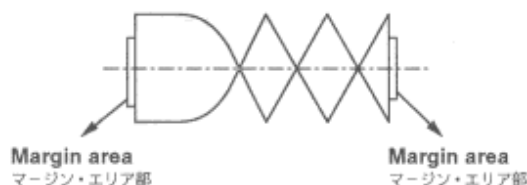

Fig. 4-3
- 1). Turn the P2 post (supply-side guide roller) clockwise using a wrench until the margin area on the envelope (supply-side) disappears, then turn the guide roller counterclockwise until the margin area reappears. (Fig. 4-3)
- 1). P2 ポスト (入側ガイドローラー) を二股レンチにて右に回し、エンベロープの入側のマージン・エリア部が無くなるまで下げ、今度はガイドローラーを左に回し、マージン・エリア部が出るまで戻す。 (Fig. 4-3)